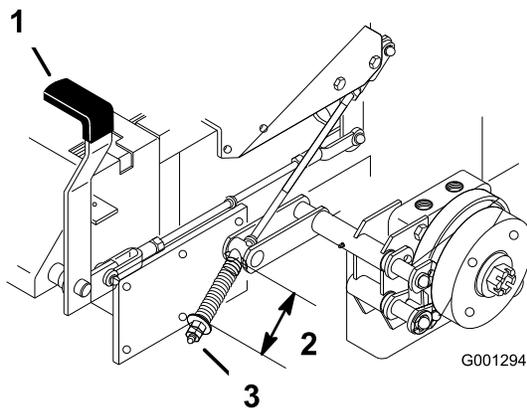

Figura 66
2. Meça o comprimento da mola. A medição deve ser 64 mm entre as anilhas (Figura 66).
3. Se for necessário ajustar, solte o travão de mão, desaperte a porca de segurança abaixo da mola e ajuste a porca directamente abaixo da mola (Figura 66). Rode a porca até obter a medição correcta. Rode a porca no sentido dos ponteiros do relógio para encurtar o comprimento da mola e rode-a no sentido contrário ao dos ponteiros do relógio para alongar a mola.